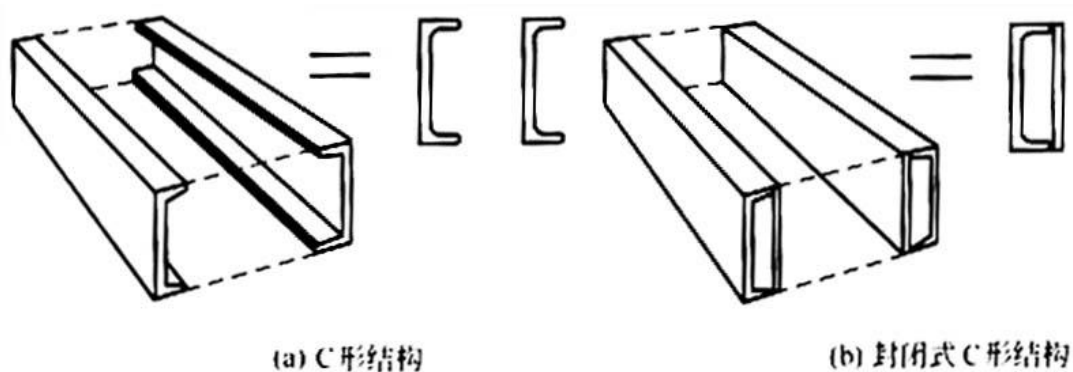
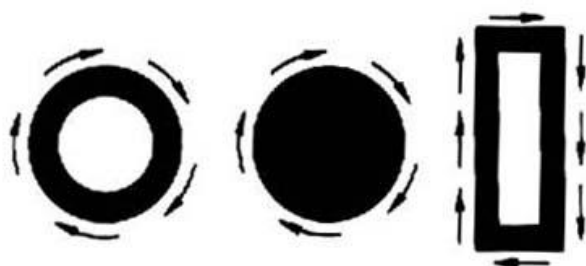

图 15 抗扭转载荷的框架结构示意图
图 16 抗剪应力载荷的圆形和矩形结构示意图
⑦ 采用封闭式结构或对角拉条结构可以防止发生扭转变形。封闭式结构比开口式结构的弯曲角度小得多，见表 1。同时采用适当的加强筋还可以减小结构的质量，提高结构的刚度，如图 15~17 所示。
在图 15 中，框架结构的抗扭转变形能力与各部分单独抗扭转变形能力的总和几乎相等，采用封闭式 C 形框架结构可以提高整体结构的抗扭转变形性能。在图 16 中，圆形结构比矩形结构的抗扭转载荷更好，主要是由于矩形结构周围剪切应力分布不均匀，而圆形结构载应力集中现象，而且圆形结构在各方向上还具有抗弯曲变形能力。在图 17 中，采用对角加强筋的焊件结构经常可以代替基座的厚重铸件，提高结构的强度。在抗压应力载荷方面，横向加强筋与纵向加强筋的作用不同，横向加强筋一般常用于铸造结构中，而纵向加强筋常用于焊接结构设计中。